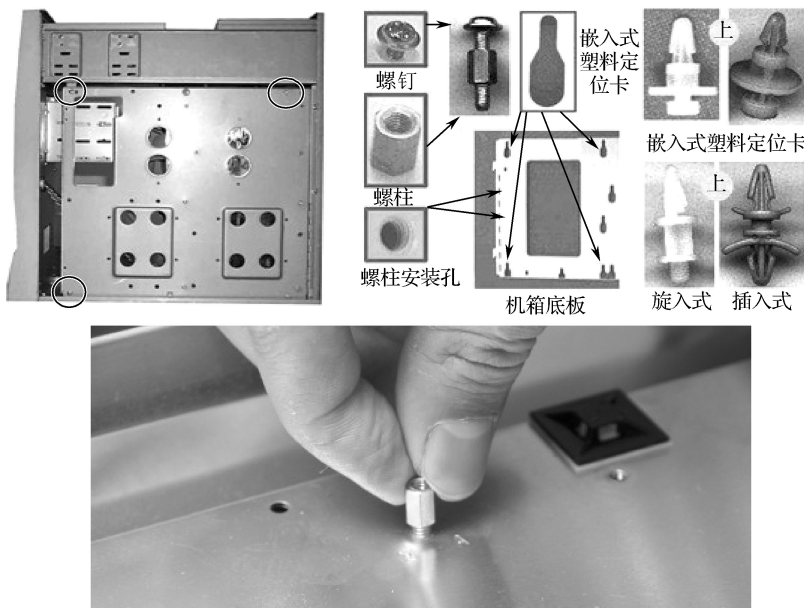

图 2-26 主板垫脚螺母的安装
(1) 安装固定主板的铜柱和塑料柱。目前, 大部分主板的板型为 ATX 或 MATX 结构 (注意, 小机箱只能装 MATX 板, 大机箱两种板都能装), 因此机箱的设计一般都符合这种标准。在安装主板之前, 先装机箱提供的主板垫脚螺母 (铜柱或塑料柱) 安放到机箱主板托架的对应位置 (有些机箱购买时就已经安装), 其结构和安装如图 2-26 所示。